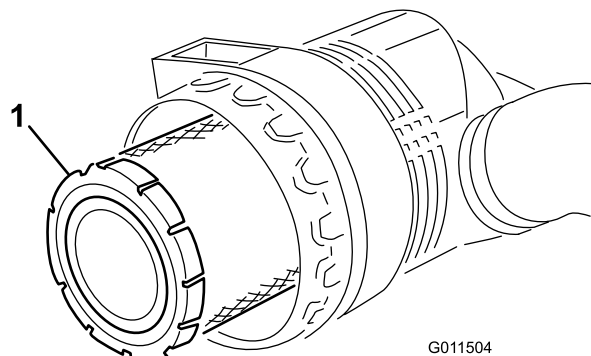
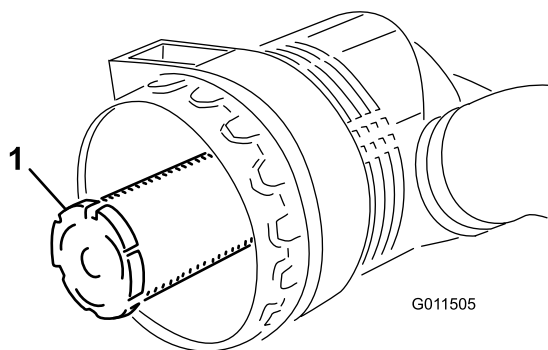

Figura 49
Figura 50
3. Togliete il filtro primario dell'olio (Figura 49). Si sconsiglia la pulizia dell'elemento usato, per evitare il rischio di danneggiare l'elemento filtrante. Controllate il filtro nuovo e accertatevi che non sia stato danneggiato durante la spedizione, in particolare l'estremità di tenuta del filtro ed il corpo. Non usate l'elemento se è avariato. **Non** togliete il filtro di sicurezza (Figura 50).
Importante: Non cercate mai di pulire il filtro di sicurezza (Figura 50). Sostituitelo con uno nuovo ogni tre revisioni del filtro primario.
4. Sostituite il filtro primario dell'olio (Figura 49).